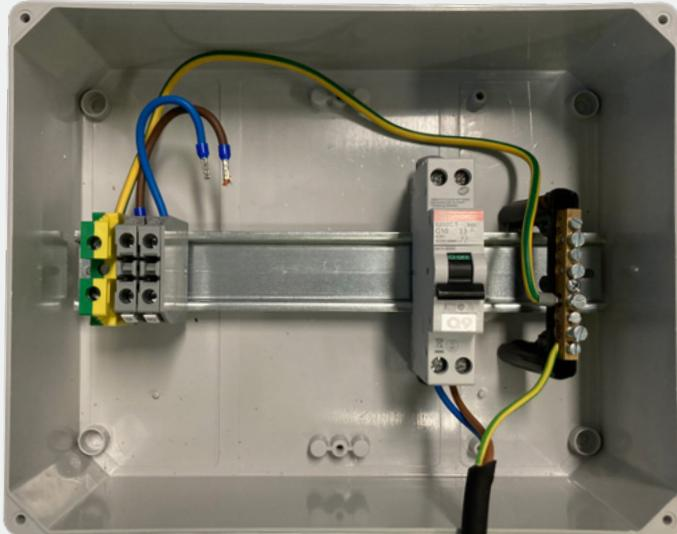

Abbildung 3
3. Entfernen Sie den Motorschutz, den Kontaktor und den Pool-Timer. Entfernen Sie ungenutzte Kabel. Siehe Abbildung 3.